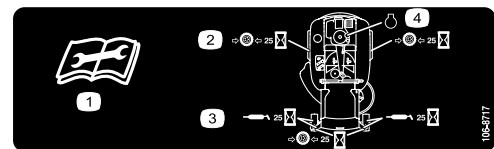

Figure 25
3. Nettoyez les graisseurs (Figure 24 et Figure 25) à l'aide d'un chiffon. Grattez la peinture qui pourrait se trouver sur les graisseurs.
4. Raccordez une pompe à graisse à chaque graisseur (Figure 24 et Figure 25). Injectez de la graisse dans les graisseurs jusqu'à ce qu'elle commence à sortir des roulements.